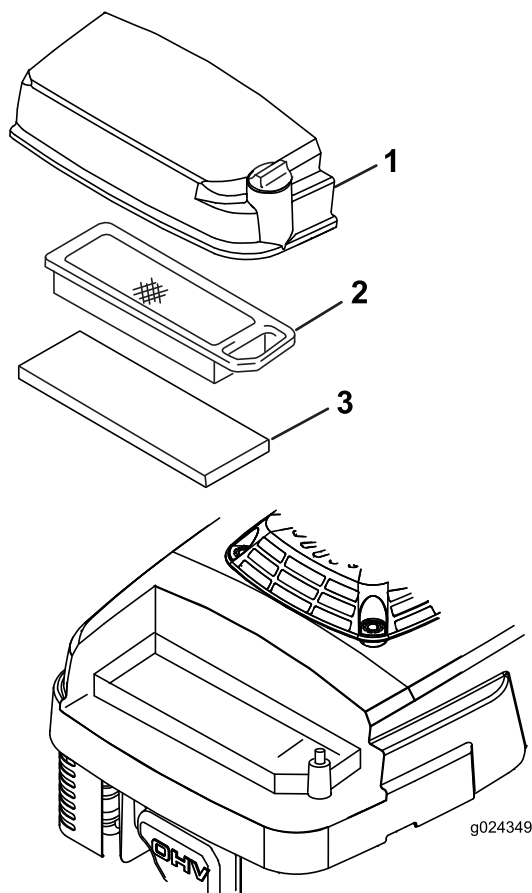

Figura 21
3. Allentate la vite sul coperchio del filtro dell'aria (Figura 21).
5. Togliete e controllate i filtri di carta dell'aria (Figura 21) e sostituiteli se sono eccessivamente sporchi.
6. Togliete il prefiltro in schiuma sintetica (Figura 21) e lavatelo con acqua e detersivo neutro, infine tamponatelo finché non è asciutto.